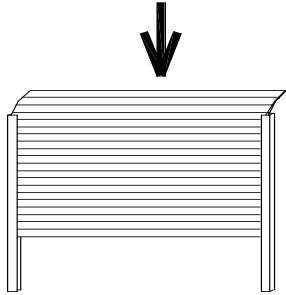

fig. 2
4. Glisser les DVA sur la première lame du tablier (*voir fig. 2*)